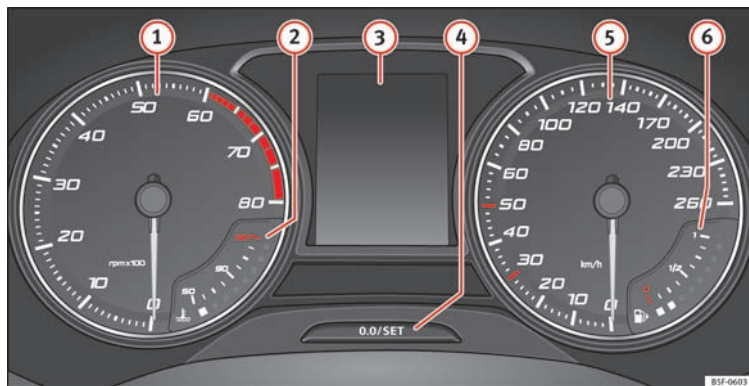

Fig. 124 Kombiinstrumentets display i instrumentpanelet
Supplerende informationer vedr. instrumenterne » **Fig. 124:**
Omdrejningstælleren viser motoromdrejningstallet pr. minut » **Fig. 124 ①**.
Det er mest fornuftigt at undgå høje motoromdrejningstal og at orientere sig i forhold til anbefalingerne i gearskifteindikatoren. Du kan finde yderligere informationer fra » **Fig. 124 ①**, **Gearskifteindikator**.
Omdrejningstællernålen **①** » **Fig. 124** må kun stå i det røde område et øjeblik, ellers er der risiko for motorskade.
I kombiinstrumentets display » **Fig. 124 ③** kan der alt efter bilens udstyr blive vist forskellige informationer, når tændingen tilsættes:
- Åben motorhjelme, bagklap og åbne døre » **Fig. 124 ③** **Side 38**
- Informationer og advarsler » **Fig. 124 ③** **Side 38**.
- Udetemperatur » **Fig. 124 ③** **Side 37**.
- Gearskifteanbefaling (manuel gearkasse) » **Fig. 124 ③** **Side 37**
- Kørecomputer og menuer med forskellige indstillinger » **Fig. 124 ③** **Side 35**
- Serviceindikator » **Fig. 124 ③** **Side 43**
- Ekstra hastighedsvisning » **Fig. 124 ③** **Side 35**
- Hastighedsadvarselssystem » **Fig. 124 ③** **Side 42**
- Tryk et kort øjeblik på knappen » Fig. 124 ④ for at nulstille triptælleren.
- Hvis du trykker på knappen ④ og holder den inde i 3 sek., bliver den sidste værdi vist.
- Når klokkeslættet skal indstilles, skal du trykke knappen » Fig. 124 ④ og holde den inde i mere end 3 sek. for at indstille timerne eller minutterne.
- Tryk på det øverste eller det nederste område på knappen ④ for at indstille yderligere. Hold knappen inde for at bladre hurtigt.
- Tryk på knappen ④ igen for at afslutte indstillingen af klokkeslættet.
Tryk på knappen » Fig. 124 ④ i mere end 15 sek. for at få vist bilens motorbogstaver. I den forbindelse skal tændingen være tilsluttet, og motoren skal være standset.
Kølevæsketermometret **②** » **Fig. 124** virker kun, når tændingen er tilsluttet. For at undgå motorskader skal du overholde følgende anvisninger vedr. temperaturområderne.